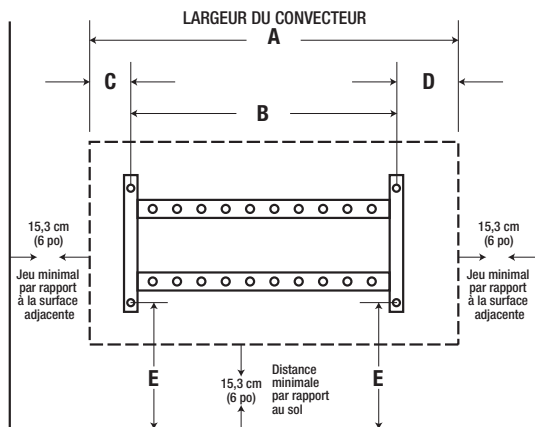

Fig. 1
L'emplacement déterminé devra fournir assez d'espace et de dégagement tel qu'illustré à la Fig. 1.
2. Utilisez le support de montage comme guide en le maintenant contre le mur tel qu'illustré sur la Fig. 1.
3. Suivre les dimensions spécifiées dans la Fig. 1 et placer le support de montage à l'emplacement souhaité.